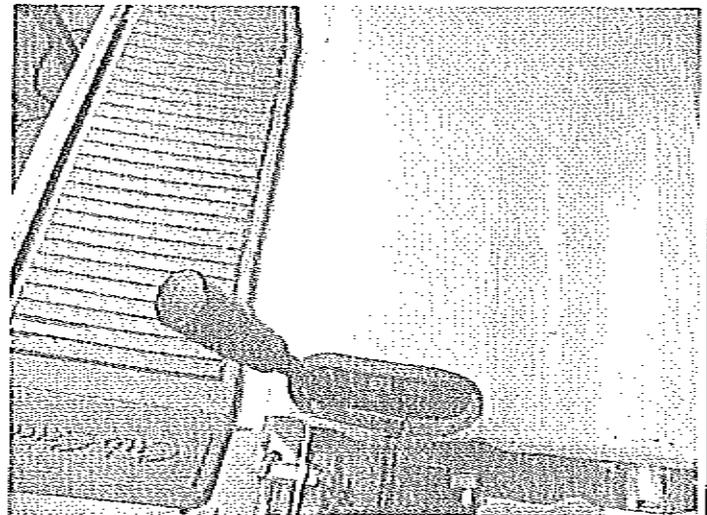

Bild 17
- Legen Sie das mitgelieferte Kantenschutzprofil an, verschrauben das Trittbrett wieder am Traktor, und schlagen den Schalthebelgriff auf (Bild 17)